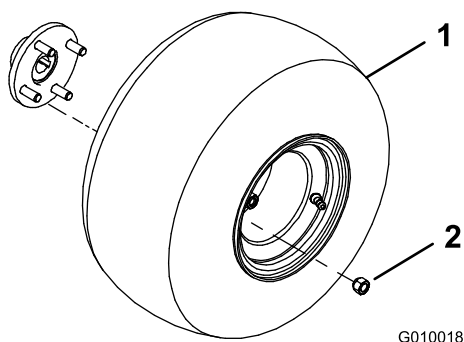

Figura 3
2. Monte um conjunto de roda em cada cubo da roda traseira (Figura 3).
3. Instale as porcas de roda (Figura 3) e aperte-as com 61 a 75 N·m.